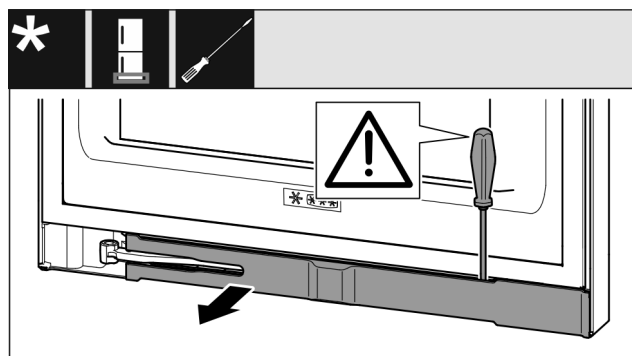

Fig. 13
- ▶ Paneel met een platte schroevendraaier ontgrendelen en opzij draaien. (zie Fig. 13)